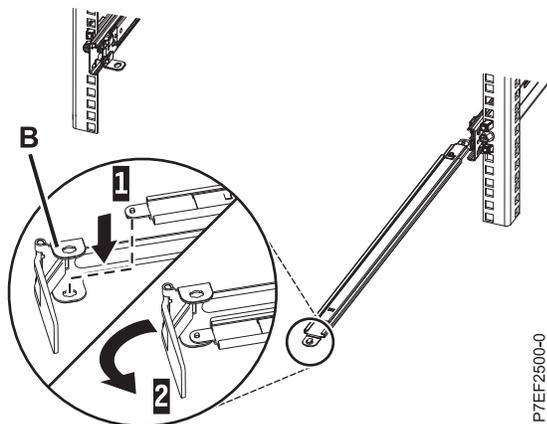

図 13. ケーブル・マネージメント停止ブラケットをサポート・アームに固定する
2. L 字型のケーブル・マネージメント停止ブラケット (B) の下部内側の隅にある穴を見つけます。 サポート・アームの接続されていない端を、その先端下側のロックング・タブがブラケットの穴に合うように、位置合わせします。 図 13 に示すように、タブを穴 (1) に押し込み、ブラケット (2) を回して、サポート・アームに固定します。